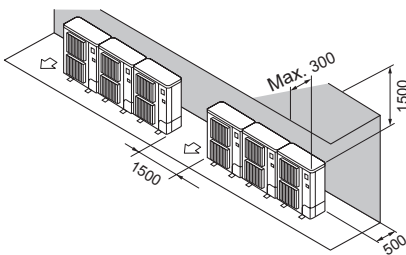

Fig. 2-14
- ② Alleen obstakels aan de achter- en bovenzijde (Fig. 2-14)